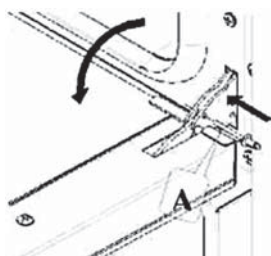

Fig. 6
- infilare nei fori "A" presenti sulle due cerniere le apposite spine in dotazione (Fig. 6);